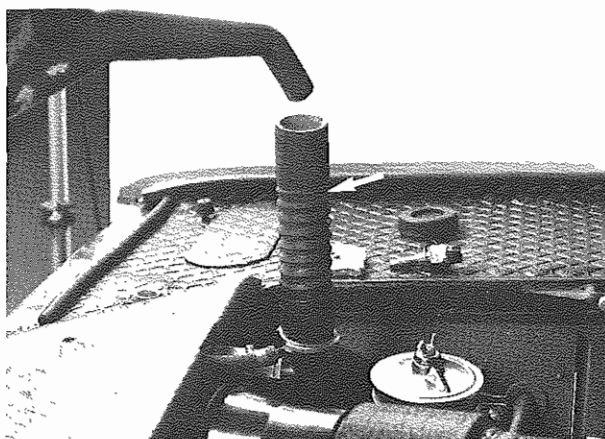

Fig. 6 - Manicotto per carico impianto
- 3) Servendosi di un manicotto di gomma inserito sul tappo radiatore riempire il circuito sino alla fuoriuscita acqua dalla sede bulbo (**Fig. 6**).
- 3) With the help of a rubber hose fitted in the radiator plug, fill the circuit till the water comes out from the bulb seat (**Fig. 6**).